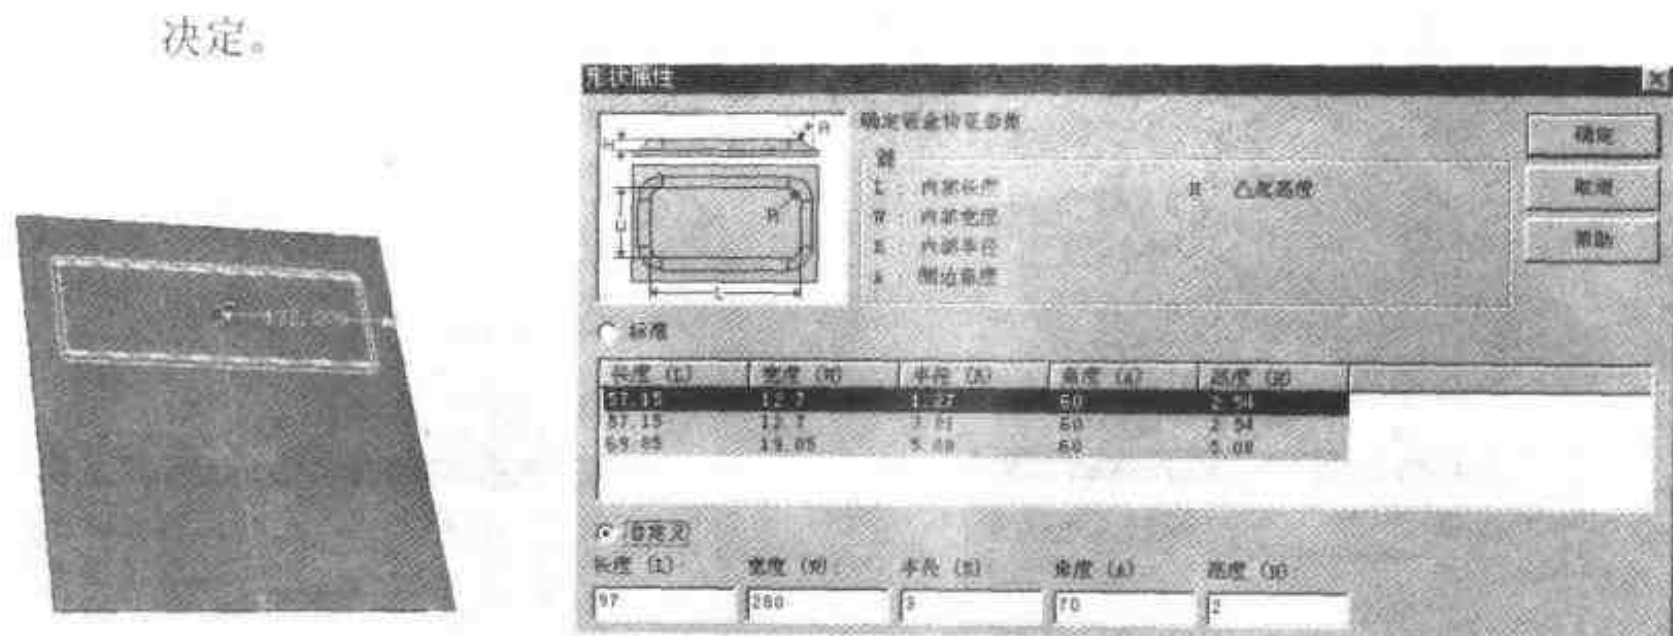

图 4.99 添加矩形突起(钣金拉延)
- (8) 将一【矩形突起】图素拖放到板表面, 矩形的定位可以由图 4.99 所示的智能标注来决定, 矩形的尺寸由【形状属性】对话框中的【自定义】选项组中的参数